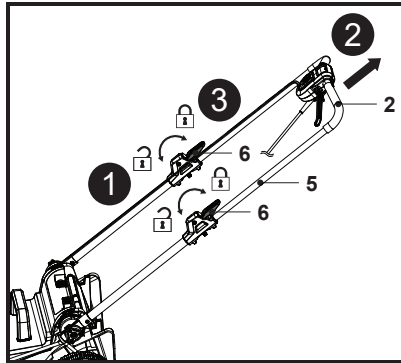

Fig. 3
5. S'assurer que les deux guidons inférieurs (7) sont montés à la même hauteur des deux côtés.
6. S'assurer que le cordon de commande (19) passe sur la partie supérieure du guidon inférieur (7).
7. Ouvrir les deux leviers de verrouillage (6), puis saisir le guidon (2) et tirer progressivement le guidon supérieur (5) jusqu'en butée (Fig. 3, étapes 1, 2).
8. Fermer les deux leviers de verrouillage (6) et vérifier que le guidon supérieur (5) est bien fixé (Fig. 3, étape 3).